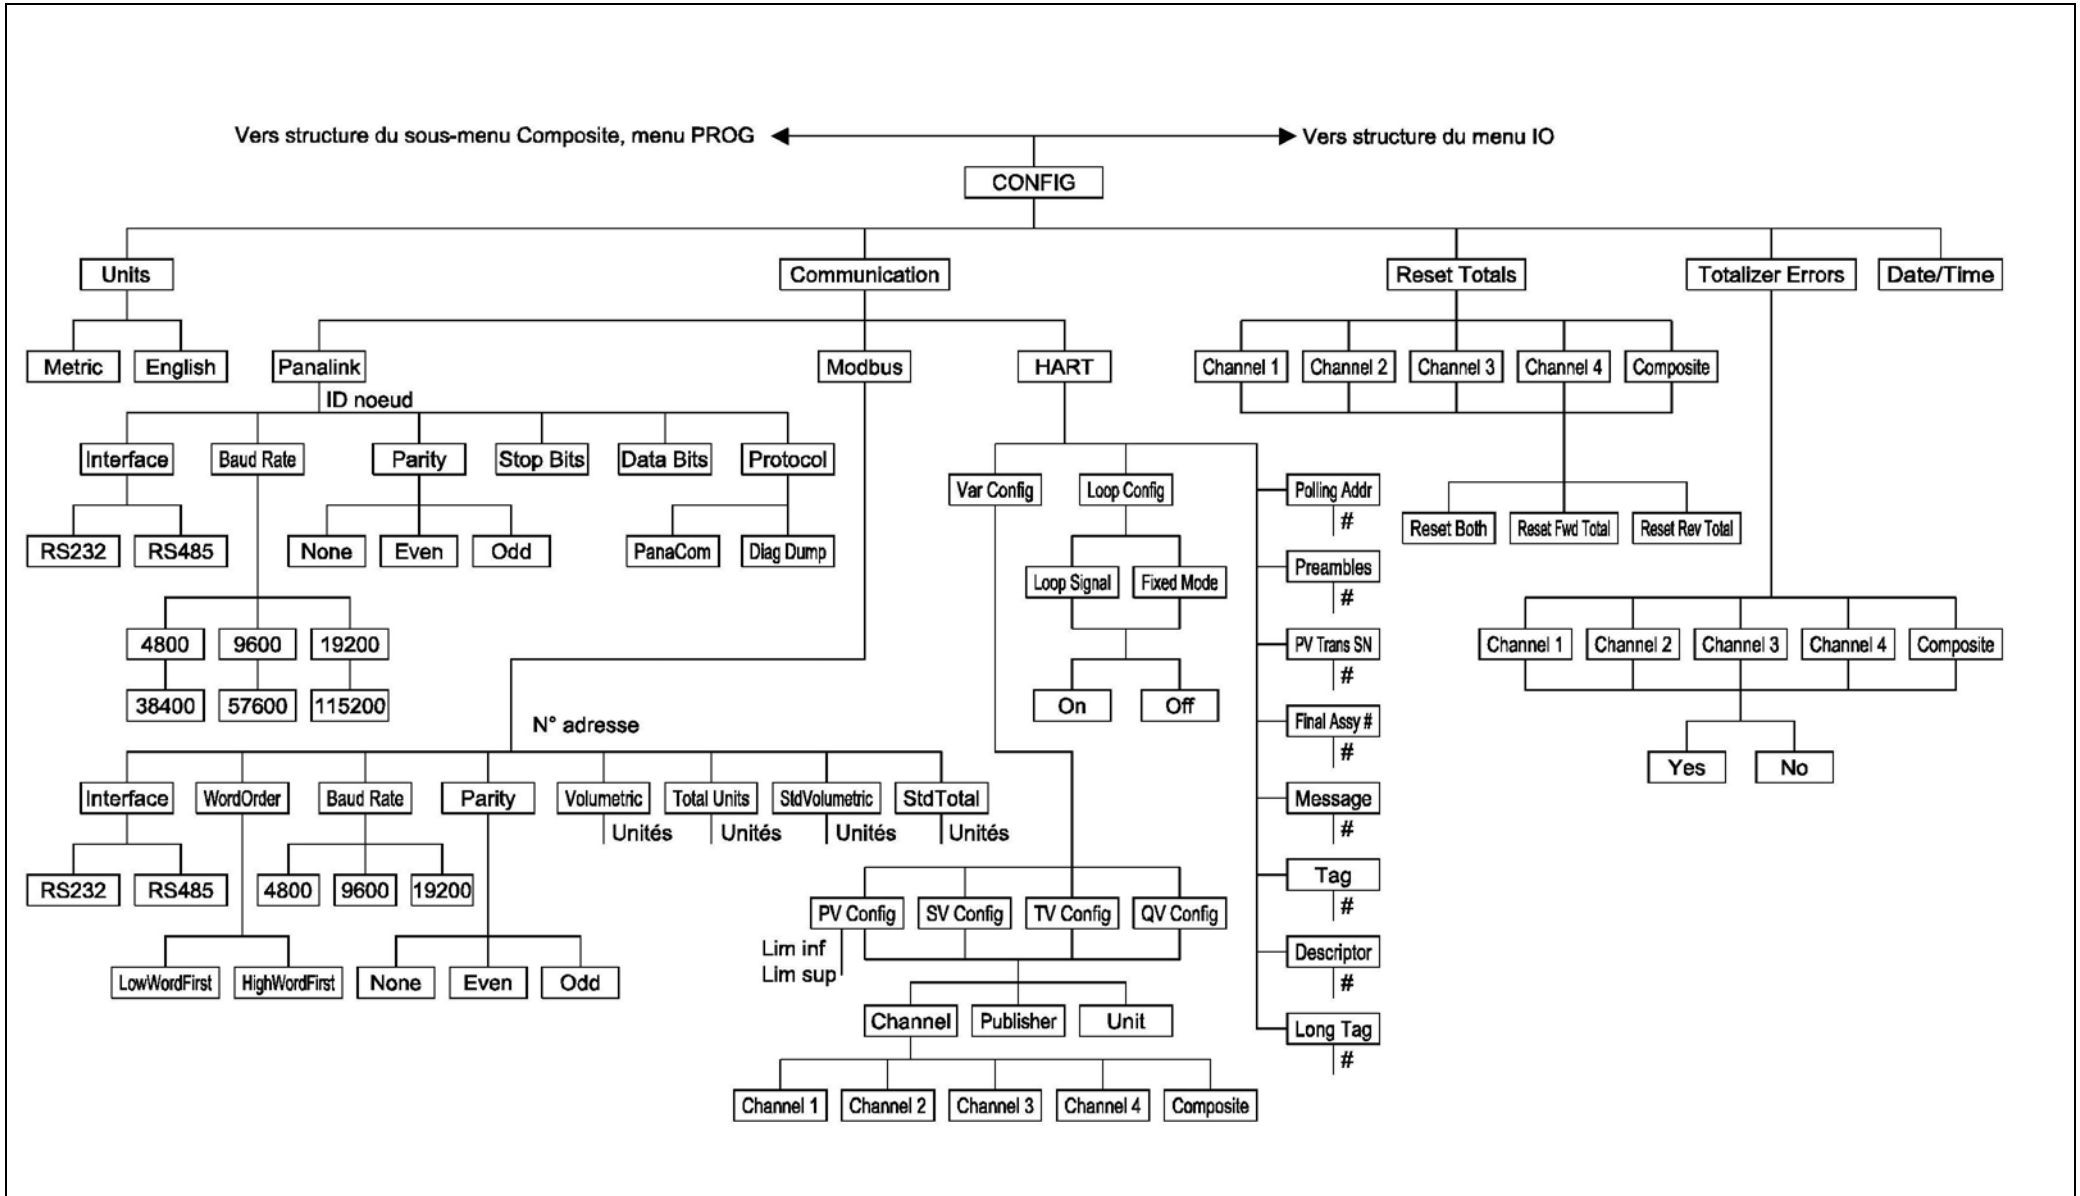

Figure 235: Structure du menu CONFIG
- Figure 235 : Structure du menu CONFIG (Configuration)